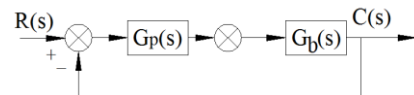

图 1
- 6.设前馈传递函数为 $G_F(s)$ ，则（1）在图 1 中补全复合控制(前馈通道)系统框图。（2）复合控制的不变性条件是什么？（3）分析前馈控制的作用是什么？